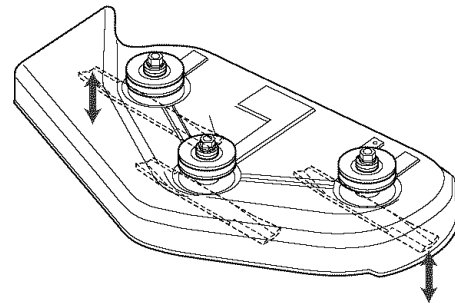

Figura 40. Orientar las Aspas de un Lado a Otro
4. Ajuste la altura de corte a posición media. Coloque las aspas de la podadora de modo que apunten de un lado a otro (Figura 40).